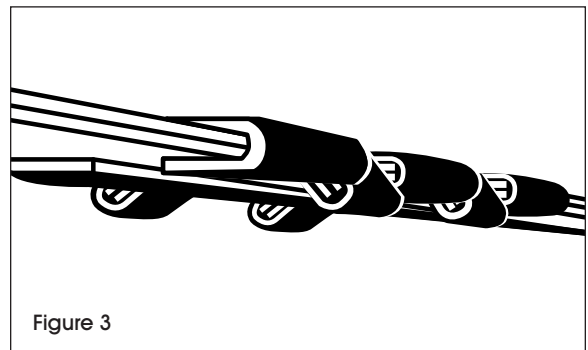

Figure 3
3. Retirez la scelleuse et vérifiez le joint pour vous assurer que le feuillard est bien tenu par le joint. Le joint doit présenter un total de quatre renforcements, deux de chaque côté. Les encoches doivent être centrées au milieu du joint. Le joint doit reposer à plat contre le cerclage dont les deux extrémités doivent passer complètement à travers le joint. (Voir Figure 3)